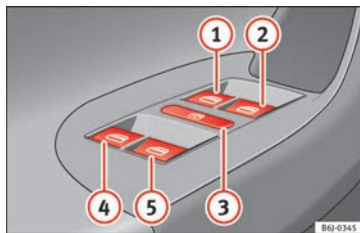

Fig. 133 Détail de la porte du conducteur : commandes pour les glaces avant et arrière (véhicules 5 portes avec lèves-glaces électriques avant et arrière).
Les touches » fig. 133 ①, ②, ④ et ⑤ disposent de deux positions pour l'ouverture des glaces et de deux autres pour leur fermeture. Il est ainsi plus simple de contrôler les processus d'ouverture et de fermeture.